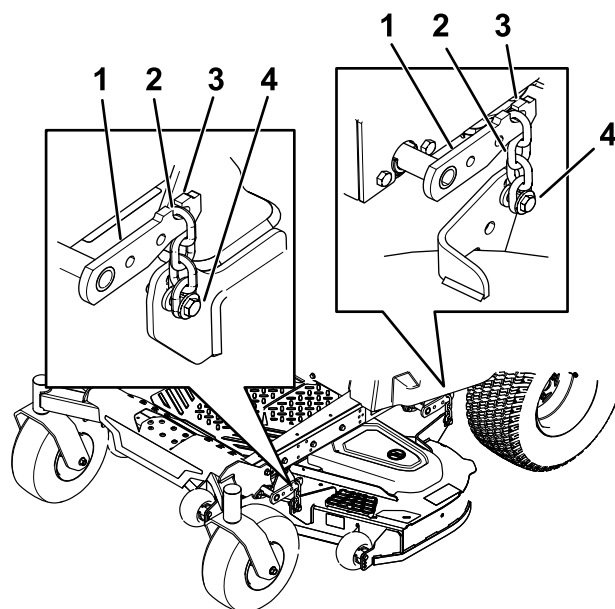

**Figura 76**
6. Remova o perno de ganho e anilha que prendem o pino de articulação à estrutura e plataforma e remova a barra de ligação (Figura 76).
9. Prenda o pino de articulação com os contrapinos e anilhas removidos previamente (Figura 76).